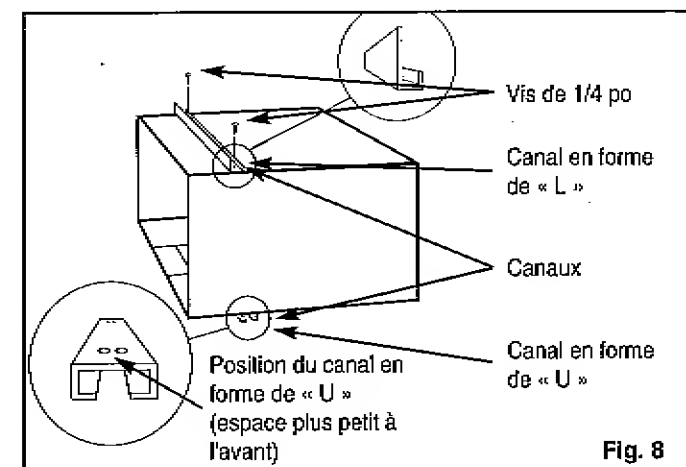

Fig. 8
- "L" Shaped Top Channel:** Install the "L" shaped channel to the top of the cabinet as shown in Fig. 8 using four (4) 1/4" screws.
- "U" Shaped Bottom Channel:** Install the "U" shaped channel to the bottom of the cabinet as shown in Fig. 8 using four (4) 1/4" screws.
- Canal supérieur en forme de « L » : Installez le canal en forme de « L » au-dessus du caisson tel que montré à la Fig. 8, en utilisant quatre (4) vis de 1/4 po.
- Canal inférieur en forme de « U » : Installez le canal en forme de « U » au bas du caisson tel que montré à la Fig. 8, en utilisant quatre (4) vis de 1/4 po.